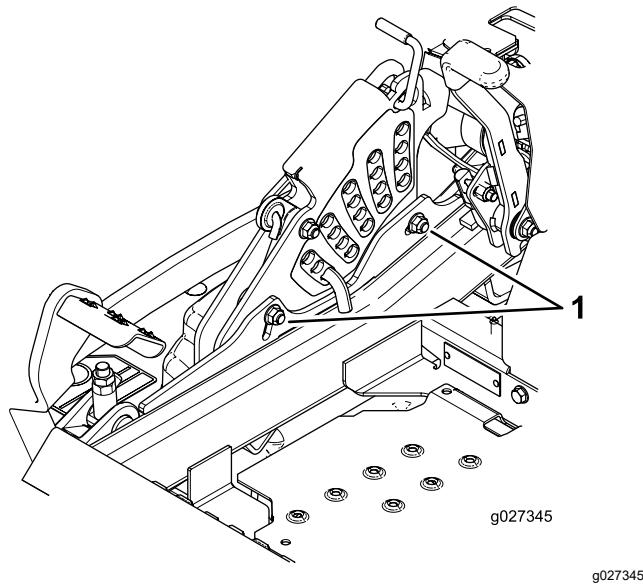

Figura 127
11. Para ajustar um sistema de ponto único, desaperte os 2 parafusos na parte inferior da placa da altura de corte (Figura 127).
13. Aperte os dois parafusos na parte inferior da placa da altura de corte (Figura 127).